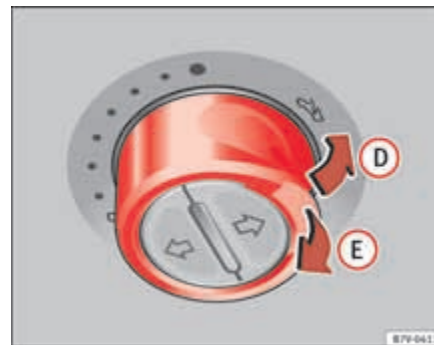

Fig. 62 En el revestimiento interior del techo: pulse el conmutador y tire de él para levantar y cerrar el techo.
⇒ página 110, fig. 62
- *Techo corredizo panorámico*: Durante los 5 segundos siguientes tras dispararse la función antiaprisionamiento, mantenga el mando tirado hacia atrás ⇒ página 110, fig. 62 (flecha E) hasta que el techo panorámico corredizo quede completamente cerrado.